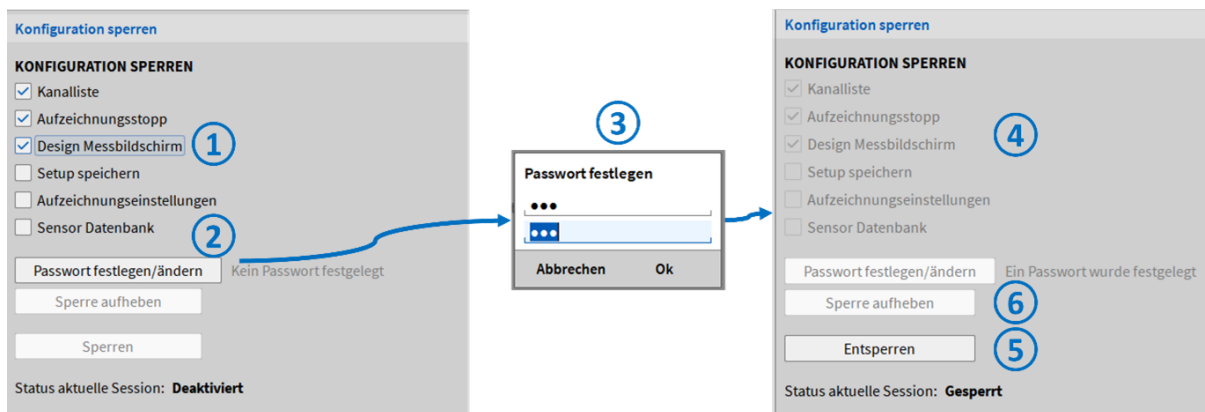

Abb. 5.49: Aktivierung des Setup-Schutzes
- Wähle die Einstellungen, die gesperrt werden sollen (siehe ① in Abb. 5.49).
- Drücke *Passwort festlegen/ändern* (siehe ② in Abb. 5.49).
- Vergib ein Passwort und bestätige es (siehe ③ in Abb. 5.49).
- Danach sind die gewählten Einstellungen gesperrt (siehe ④ in Abb. 5.49).
- Um die Sperre wieder aufzuheben, drücke den *Remove lock* Button und bestätige per Passwort-eingabe (siehe ⑤ in Abb. 5.49).
- Um den gesamten Schutz permanent wieder aufzuheben, drücke im entsperrten Zustand den *Entsperren* Button (siehe ⑥ in Abb. 5.49).